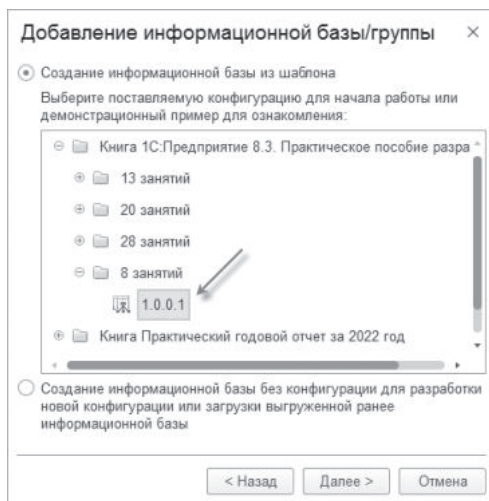

Рис. 0.1. Шаблон примера по окончании восьмого занятия
- Выберите вариант Создание информационной базы из шаблона и выберите нужный шаблон. Например, тот, который показывает состояние примера по окончании восьмого занятия (рис. 0.1). Нажмите Далее.